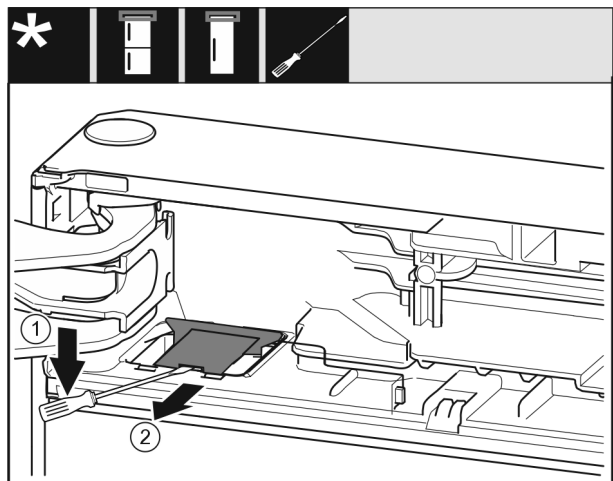

Fig. 10
- ▶ 使用带槽螺丝刀松开盖板, 并将其抬起。Fig. 10 (1)
- ▶ 取出盖板。Fig. 10 (2)